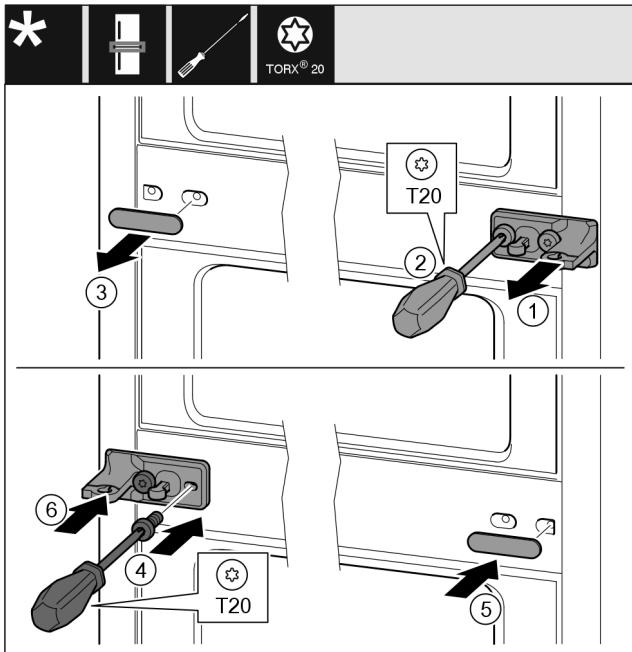

Fig. 23
- ▶ Scheibe Fig. 23 (1) abziehen.
- ▶ Schrauben Fig. 23 (2) mit Schraubendreher herausdrehen.
- ▶ Abdeckung Fig. 23 (3) vorsichtig abziehen.
- ▶ Lagerbock mit Folie Fig. 23 (4) um 180° gedreht auf der anderen Seite fest anschrauben.
- ▶ Abdeckung Fig. 23 (5) um 180° gedreht auf der anderen Seite anbringen.
- ▶ Scheibe Fig. 23 (6) von vorn aufschieben.